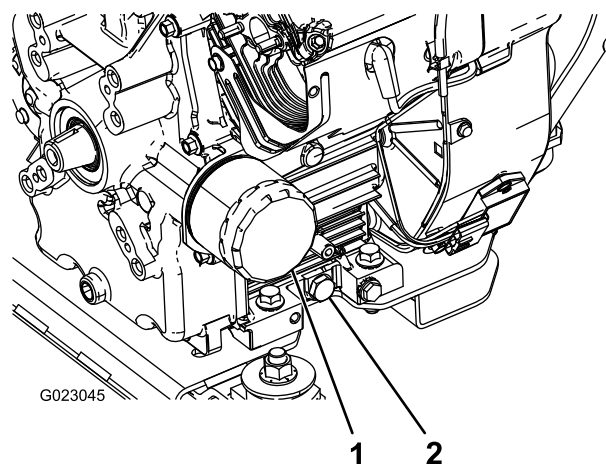

Figura 38
5. Togliete il tappo di spurgo. (Figura 38).
2. Togliete il filtro dell'olio (Figura 38).
5. Montate il nuovo filtro dell'olio sull'adattatore. Girate il filtro in senso orario finché la guarnizione di gomma non tocca l'adattatore, quindi serrate il filtro di un altro mezzo giro (Figura 38).